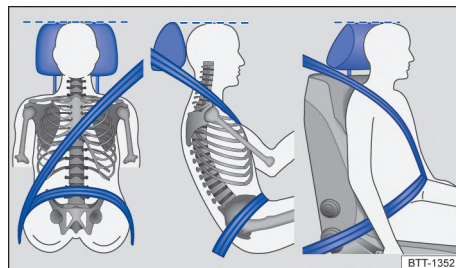

Fig. 33 Posición correcta de la banda del cinturón y ajuste correcto del apoyacabezas.
- Dejar el cinturón de seguridad siempre plano y sin la banda torcida sobre el cuerpo. De ser necesario, estirar un poco la banda del cinturón de seguridad → fig. 33.